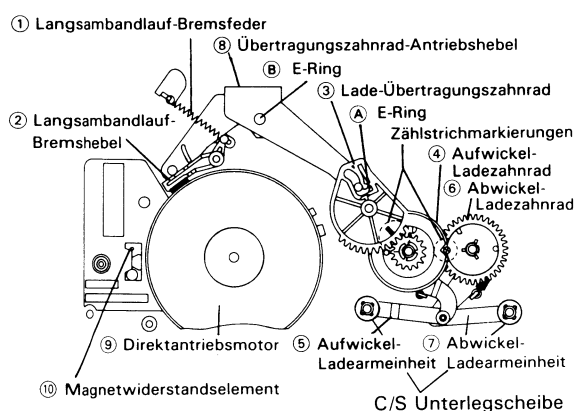

Abbildung 1-31.
2. Beim Einbauen die Zählstrichmarkierungen ausrichten (siehe Abb. 1-31).
- Den Übertragungszahnrad-Antriebshebel in den Entladezustand bringen (siehe Abb. 1-31).
- Den Übertragungs-Schalthebel ④ auf das Hauptchassis setzen. Der Schalthebel muß der Rückwärtsführungs-Federöffnung im Hauptchassis angepaßt werden. Danach den Hauptnocken so positionieren, daß der abgeschnittene Teil der Nabe ⑤ in Pfeilrichtung ⇒ ⑥ Weist.
- Den Halb-Ladehebel ① so positionieren, daß sein Nockenstößel in der äußersten Nockennut liegt. Nun den E-Ring ① anbringen.